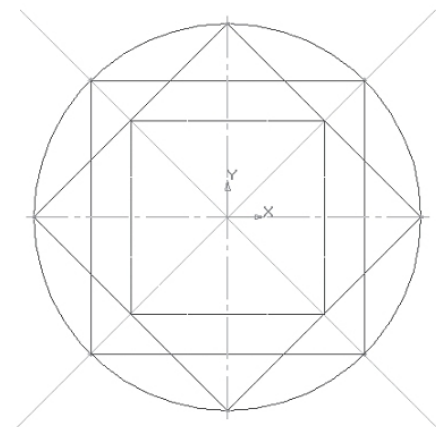

Рис. 4.5.
- з'єднайте точки перетину ромба і допоміжних прямих ліній за допомогою безперервного введення об'єкта (рис. 4.5);